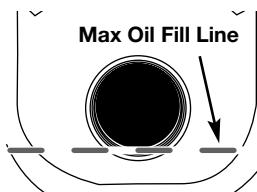

Fig. 22
6. Retirez le bouchon de remplissage / jauge d'huile et vérifiez le niveau d'huile. L'huile devrait atteindre le haut de la jauge (Fig. 22). Continuez jusqu'à ce que le niveau d'huile atteigne le haut de la jauge.
7. Si le niveau est trop bas, ajoutez un peu d'huile par l'orifice et revérifiez (Fig. 22). Continuez jusqu'à ce que le niveau d'huile atteigne le haut de la jauge.